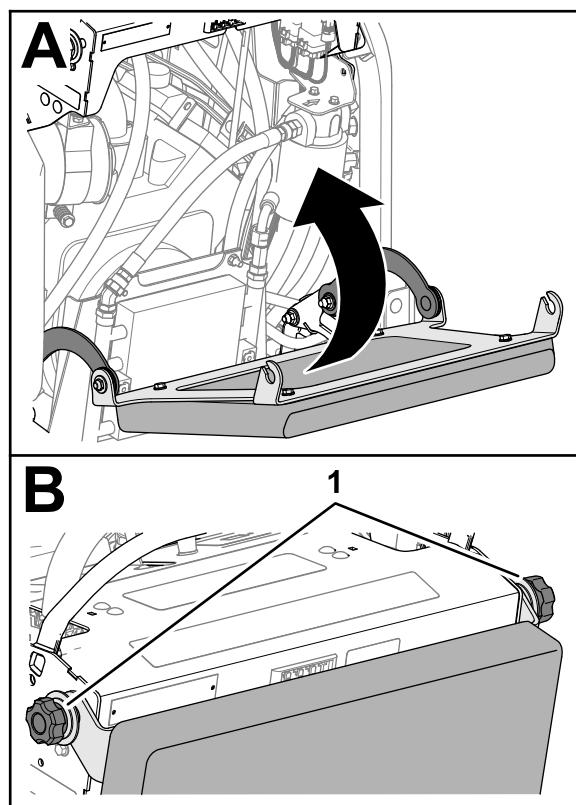

Figura 68
1. Gire hacia arriba el cojín del operador (Figura 68).
2. Apriete los 2 pomos (Figura 68).